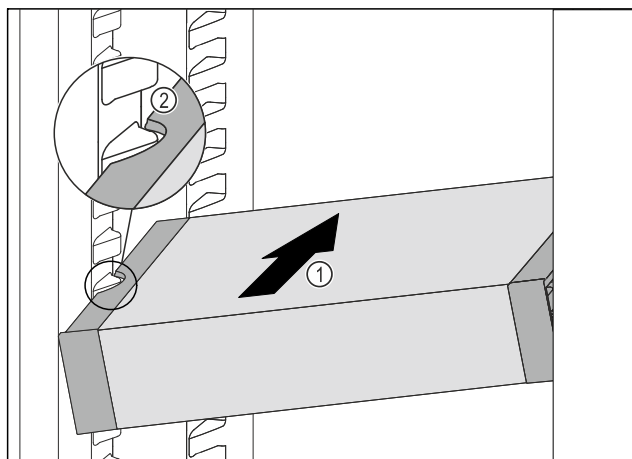

Fig. 120
- VarioSafe schräg in das Kühlteil einschieben Fig. 120 (1), bis sich die seitlichen Aussparungen Fig. 120 (2) des VarioSafes auf Höhe der Behälterrippe im Kühlteil befinden.